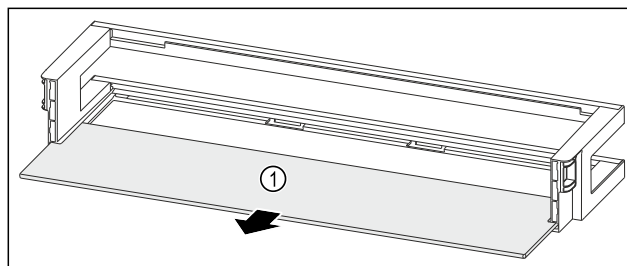

Fig. 185 Türabsteller mit Abstellfläche
- Abstellfläche Fig. 185 (1) entnehmen.